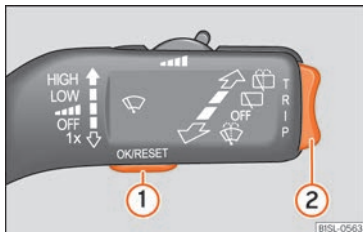

Abb. 62 Scheibenwischerhebel: Tasten zum Bedienen der Menüs im Kombiinstrument.
- Bei eingeschalteter Zündung und angezeigtem Speicher **1** oder **2** kurz die Taste **OK/RESET** **»» Abb. 62 ①** drücken, um zwischen den Speichern zu wechseln.
Solange eine Warnung der Priorität 1 vorliegt, »» Seite 68, kann auf kein Menü zugegriffen werden. Einige Warnmeldungen können bestätigt und ausgeblendet werden über die Taste »» **Abb. 62** ①.